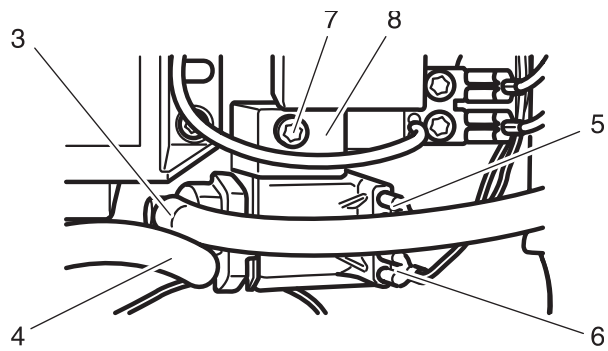

Fig. 22a
- Die Silikonschläuche 3 und 4 an der Wasserpumpe abziehen (Fig. 22a)